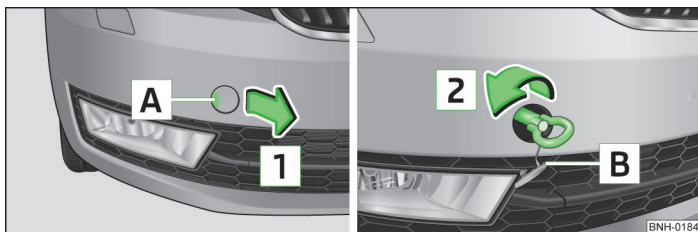

Abb. 157 Vorderer Stoßfänger: Ausbau der Abdeckkappe / Einbau der Abschleppöse
- Auf die Abdeckkappe im Bereich **A** » Abb. 157 drücken.
- Die Abschleppöse von Hand in Pfeilrichtung **2** » Abb. 157 bis zum Anschlag einschrauben » .